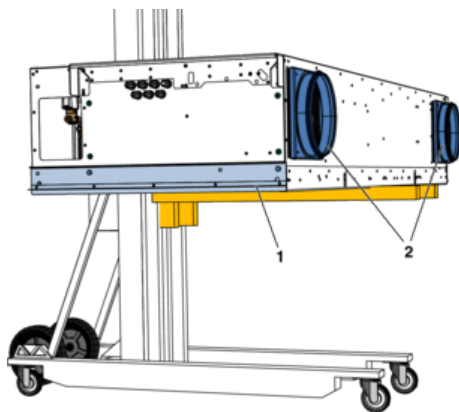

Abb. 7: weitere Bauteil montieren
3. ▶ Die optionalen Bauteile wie Zwischendecken-Anschlussschiene (Abb. 7/1) und die Stützen (Abb. 7/2) mit den beigelegten Schrauben montieren. Je nach Zugänglichkeit können die Bauteile auch später montiert werden.